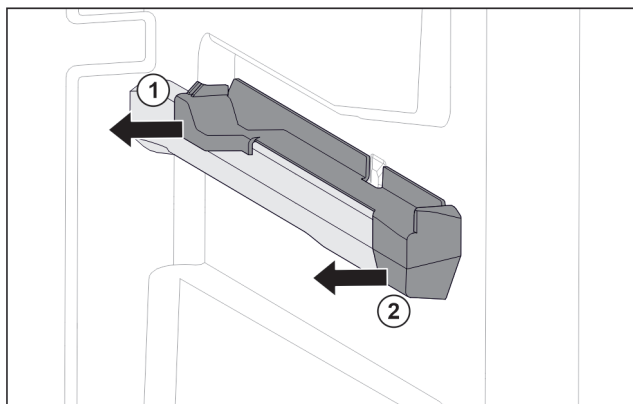

Fig. 108 Nasazovací díl na pravém žebrování na nádoby
- ▶ Stáhněte nasazovací díl vzadu na stranu. Fig. 108 (1)
- ▶ Stáhněte nasazovací díl vpředu na stranu. Fig. 108 (2)